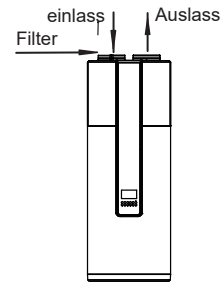

Abb. 3-14
- 5) Filterinstallation am Geräteeinlass. In Bezug auf die Einheit mit Kanal muss der Filter dort auf die Position des Kanaleinlasses gesetzt werden. (Abb. 3-14/3-15)